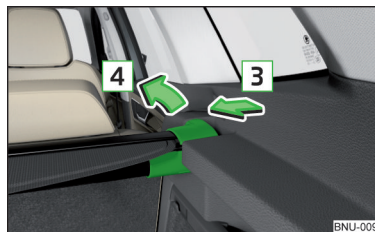

Fig. 138 Retirar la cubierta enrollable
- Presione en el lado de la barra transversal en la dirección de la flecha **3** y saque la cubierta en el sentido de la flecha **4** » fig. 138.